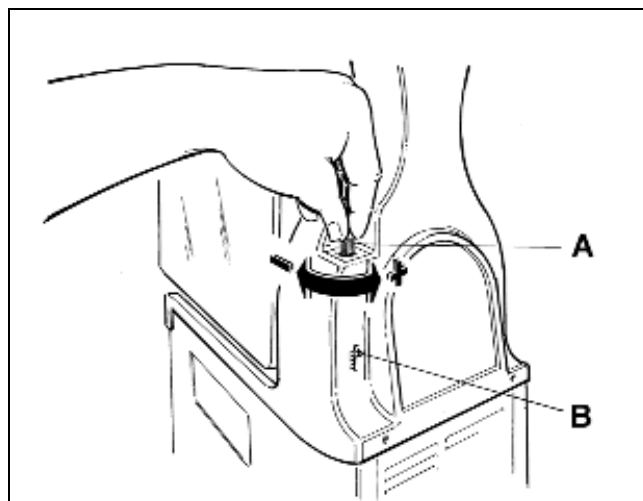

Fig. 27
- b) **Regolazione della consistenza:** per variare la consistenza del prodotto, agire sul pomello di regolazione A collocato nel retro della macchina (fig. 27); come evidenziato dalla scala B, girando in senso orario, il prodotto diventerà meno denso, girando in senso antiorario, il prodotto diventerà più denso.